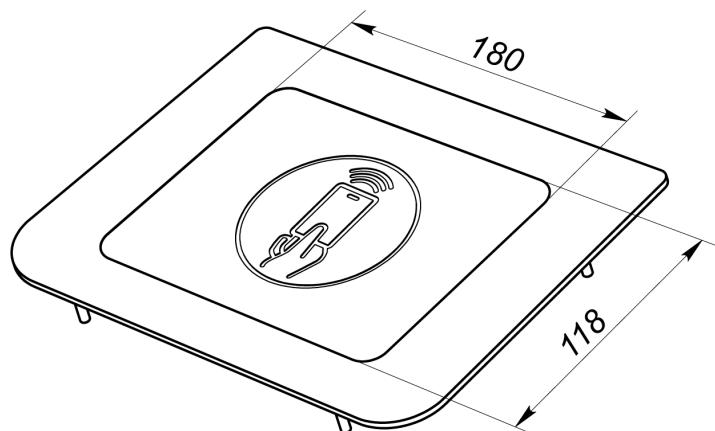

Рисунок 24. Внешний вид боковой крышки **PERCo-C-10R**
- смазкой **Chain and Rope Lube Spray - WEICON** оси вращения рычага толкателя (17, рис. 24) ролика (15, рис. 24) и стопоров (11, 12, рис. 22);
- смазкой **Chain and Rope Lube Spray - WEICON** детали механизма аварийного открытия прохода (4, рис. 24);